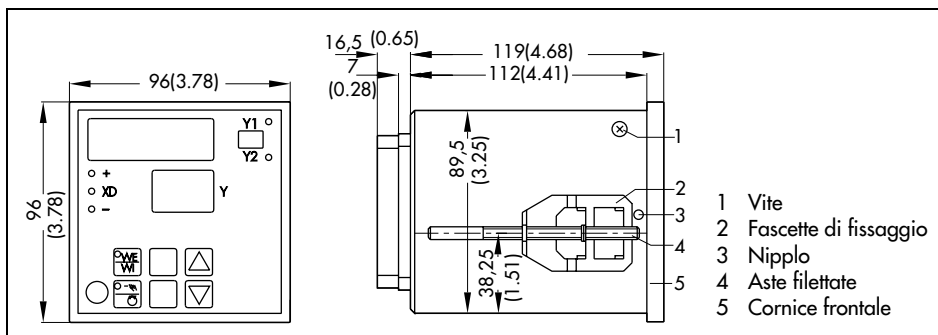

Figura 1 · Dimensioni della custodia
3. Inserire sugli alloggiamenti previsti nella custodia le due fascette di fissaggio fornite con il regolatore, o a sinistra e a destra o in alto e in basso (vedere figura 1).